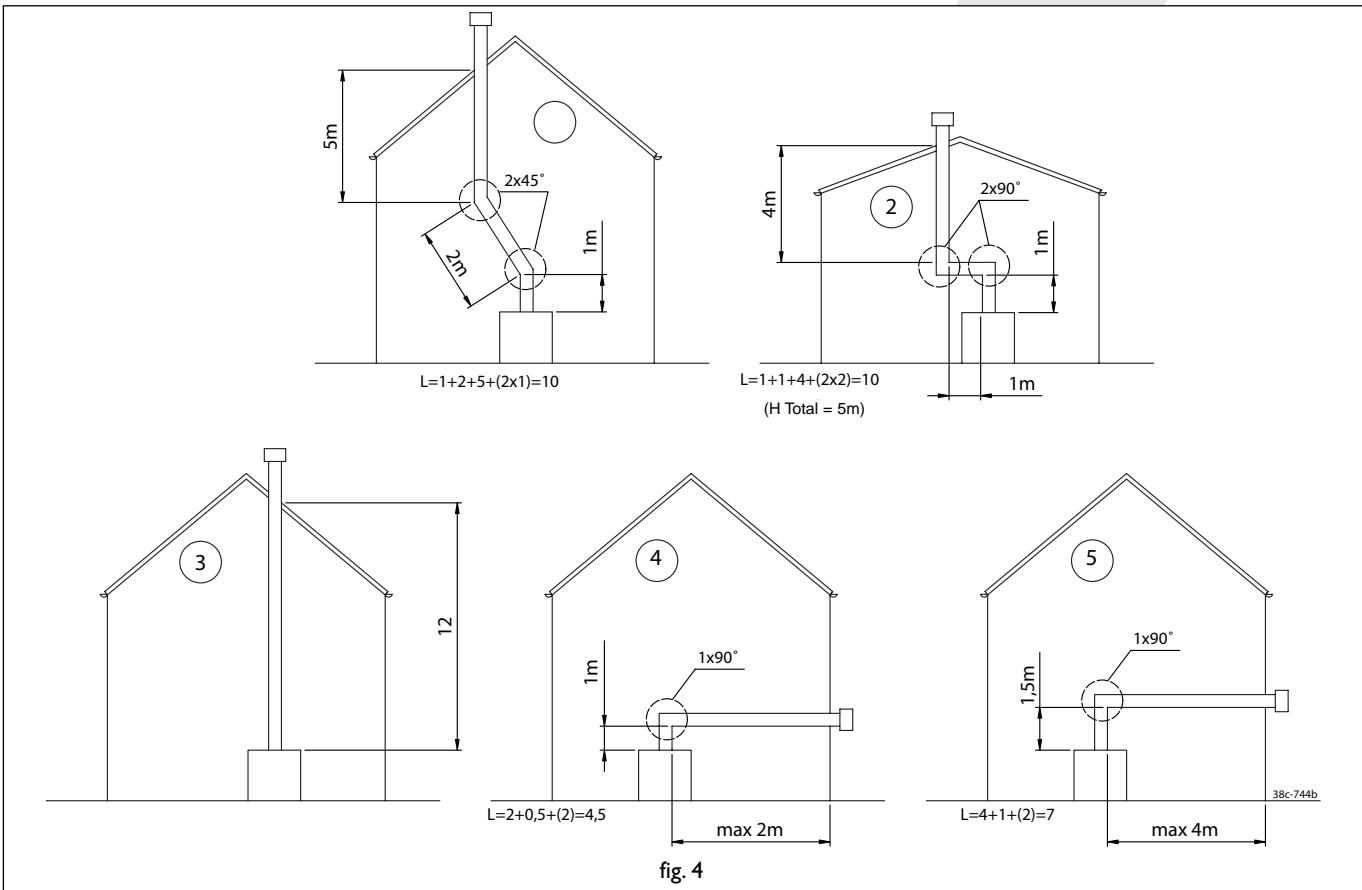

fig. 4
Anschlußmöglichkeiten (Fig. 4)
- Immer erst 1 Meter Rohr vertikal anbringen, ausser Beispiele 5 in Fig. 4.
Rechnen Sie für eine 90° Krümmung 2 Meter und für eine 45° Krümmung 1 Meter. Die Länge der Giebel- oder Dachdurchfuhr braucht nicht mitgerechnet zu werden. Die maximale Gesamtlänge ist die Summe der Rohrlänge plus der Länge für die Krümmungen (siehe die 5 Beispiele in Fig. 4).
- Entscheiden Sie sich für eine der Anschlussmöglichkeiten gemäss Fig. 4.